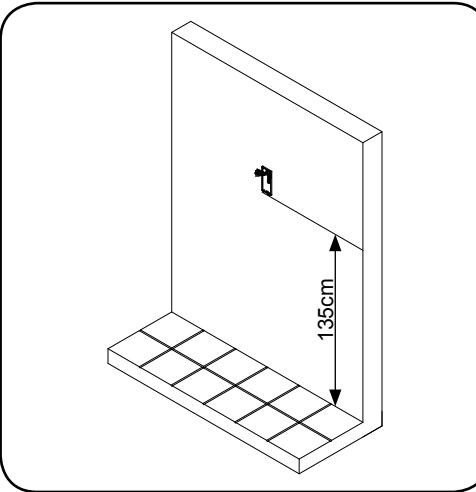
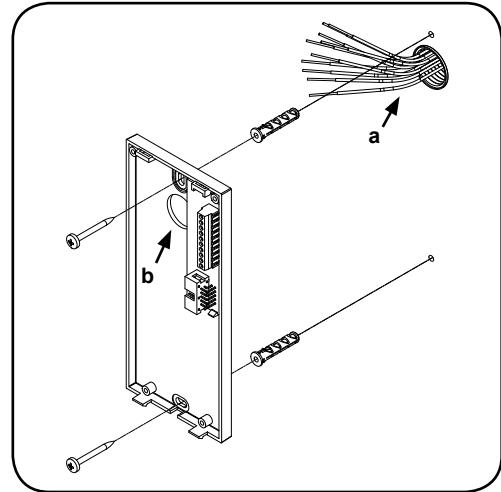

Fig.2
Fig.3
• Appoggiare la base del citofono alla parete tenendo una distanza di circa 135cm tra la parte bassa della base ed il pavimento (Fig.2) quindi prendere i riferimenti per i fori nella parete considerando che il gruppo di fili "a" deve passare attraverso l'apertura "b" (Fig.3).
• Place the back plate of the intercom against the wall at approximately 135cm (Fig 2) above finished floor level, then mark the fixing holes taking into account that the cable group "a" must feed into the opening "b" (Fig 3).
• As shown in figure 3, fix the back plate of the intercom to the wall feeding the cable group "a" through opening "b".